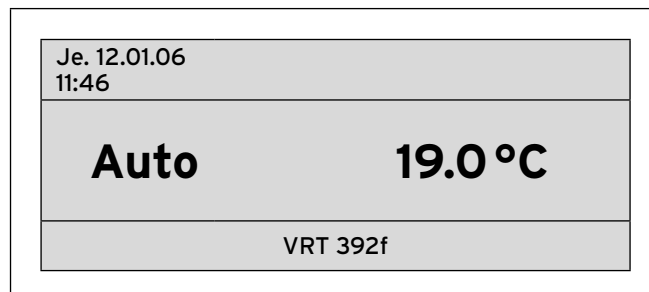

Fig. 4.8 Affichage de base simplifié (exemple)
- de l'affichage de base simplifié (fig. 4.8)
Dans le cas de l'affichage de base simplifié (fig. 4.8), le mode de fonctionnement du circuit de chauffage et la température intérieure sont indiqués dans la partie du milieu.